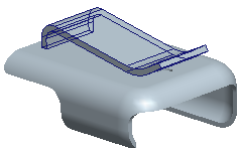
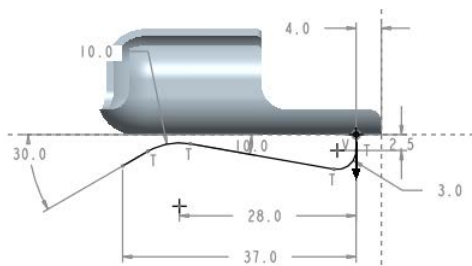

图 5.38.1 伸出项扫描特征
图 5.38.2 轨迹草图
Step2. 添加图 5.38.1 所示的特征——伸出项扫描特征。
(1) 选择下拉菜单 **插入(I)** → **扫描(S)** → **伸出项(E)...** 命令。
(2) 定义扫描轨迹。
① 选择“扫描轨迹”菜单中的 **Sketch Traj (草绘轨迹)** 命令。
② 定义扫描轨迹的草绘平面及其垂直参考面：选择 **Plane (平面)** 命令，选择 **RIGHT** 基准平面作为草绘面，选择 **Okay (确定)** → **Left (左)** 命令，选择 **TOP** 基准平面作为参考面。
③ 绘制并标注图 5.38.2 所示的轨迹草图；单击草绘工具栏中的“完成”按钮 。